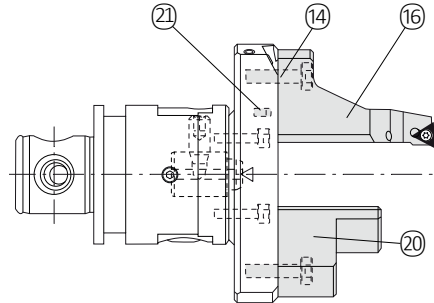

Bild 6
**Plattenhalter zum Überdrehen und Gegengewicht (Bild 6)**